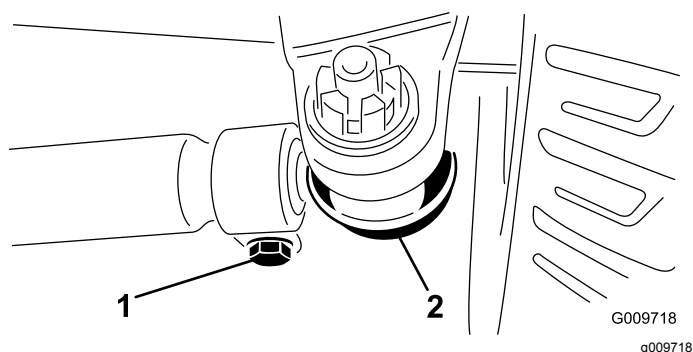

Figura 73
2. Para ajustar, remova o perno de gancho e a porca de cada uma das rótulas da barra de ligação (Figura 73). Remova a rótula da barra de ligação do suporte do eixo.
3. Desaperte as abraçadeiras que estão em ambas as extremidades das barras de ligação (Figura 73).
4. Rode a rótula desligada para dentro ou para fora uma (1) volta completa e aperte o grampo na extremidade solta da barra de ligação.